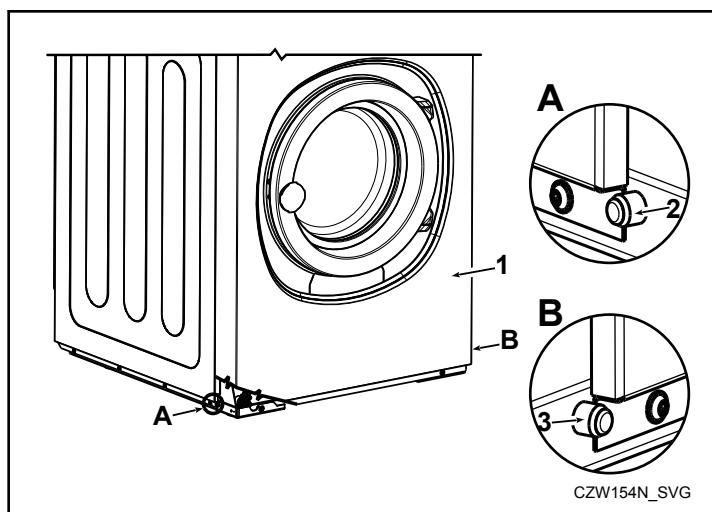

Figura 18
- Se encomendar a estrutura de base com filtro integrado como um kit, efetue o seguinte, por favor. Consulte *Figura 18*.
1. Retire o painel frontal (1).
2. Retire o pino (2) situado no lado esquerdo da máquina. Consulte o detalhe A.
3. Retire o pino (3) situado no lado direito da máquina. Consulte o detalhe B.